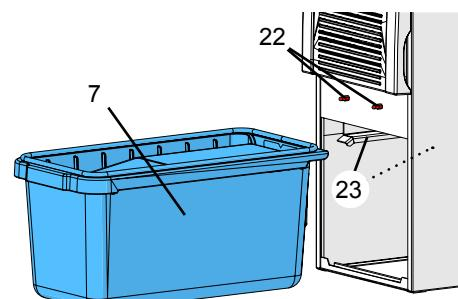

Abb. 16
- ⇒ Dichtungen der Staubschublade (24) auf Beschädigung prüfen, ggf. erneuern.
- ⇒ Staubschublade gerade bis zum Anschlag einschieben. Dabei darauf achten, dass die Staubschublade richtig in die Führung (23, Abb. 16) eingesetzt wird.
- ⇒ Frontblende (5, Abb. 1) unten einhängen und oben in die Rastbolzen (22, Abb. 16) eindrücken, bis sie einrastet.